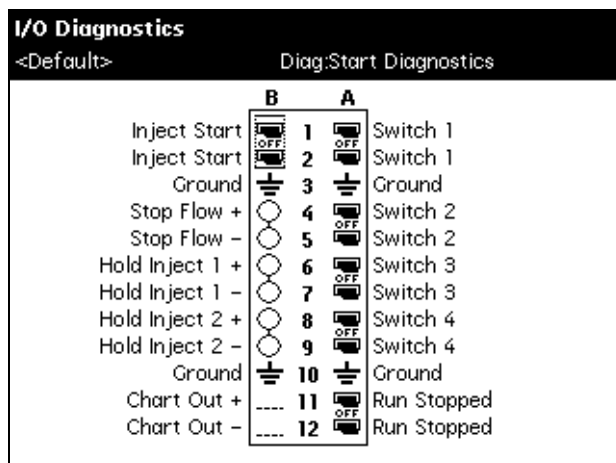

图 8-15 I/O 诊断屏幕
1. 选择 Other Diagnostics（其它诊断）屏幕中的 **Inputs and outputs（输入和输出）**，然后按 **OK（确定）** 屏幕键。出现 I/O Diagnostics（I/O 诊断）屏幕（图 8-15）。